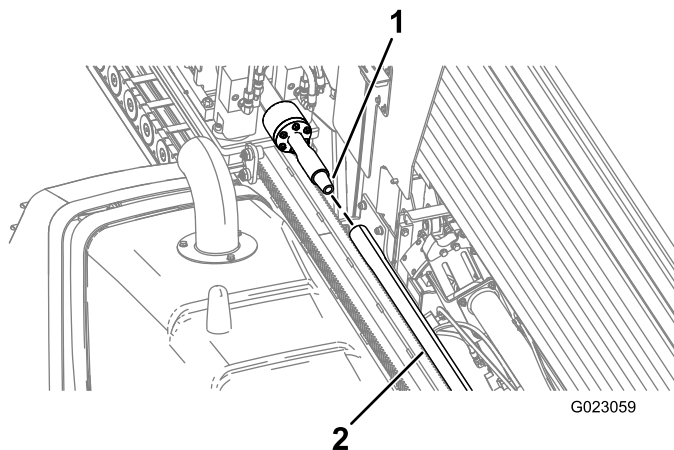

Рисунок 85
6. Поверните буровой шпиндель по часовой стрелке и медленно переместите каретку вперед, чтобы вставить шпиндель в конец трубы с внутренней резьбой (Рисунок 85).
9. Поверните буровой шпиндель по часовой стрелке и медленно переместите каретку вперед, чтобы вставить шпиндель в конец трубы с внутренней резьбой (Рисунок 85).